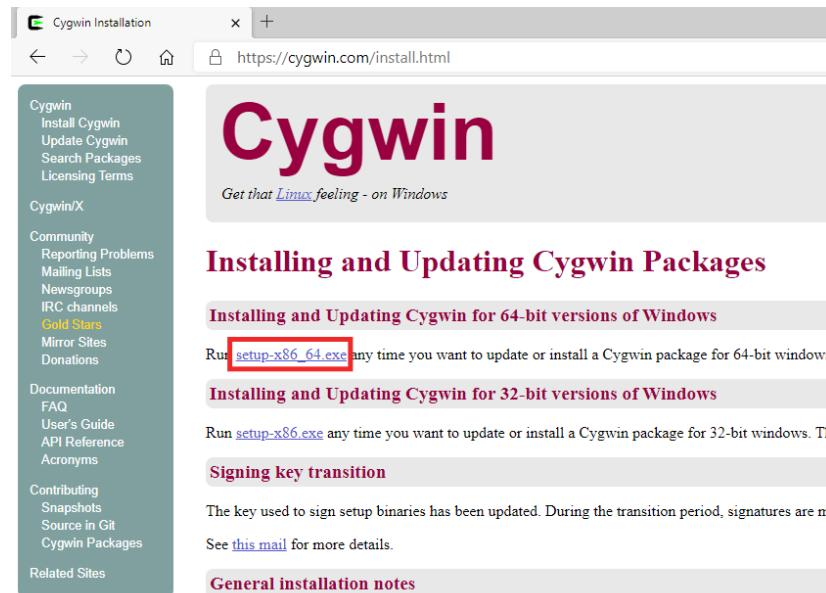

图101. Cygwin安装网页
1. 导航至安装网页 (<https://cygwin.com/install.html>)，然后下载名为setup-x86_64.exe的安装文件（图101）。